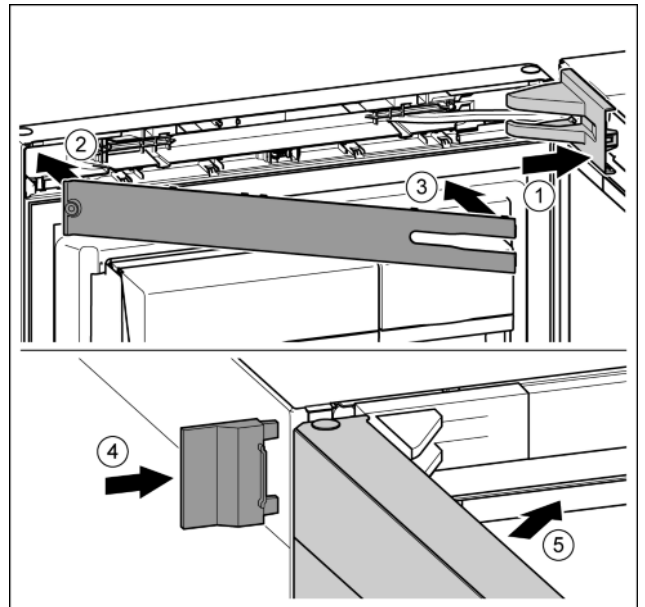

Fig. 26
- ▶ Поставете и фиксирайте капачката на лагерната стойка, при нужда внимателно го натиснете настрани. Fig. 26 (1)
- ▶ Поставете капачката. Fig. 26 (2)
- ▶ Завъртете навътре капачката и я фиксирайте. Fig. 26 (3)
- ▶ Нахлузете външния капак. Fig. 26 (4)
- ▶ Затворете горната врата. Fig. 26 (5)